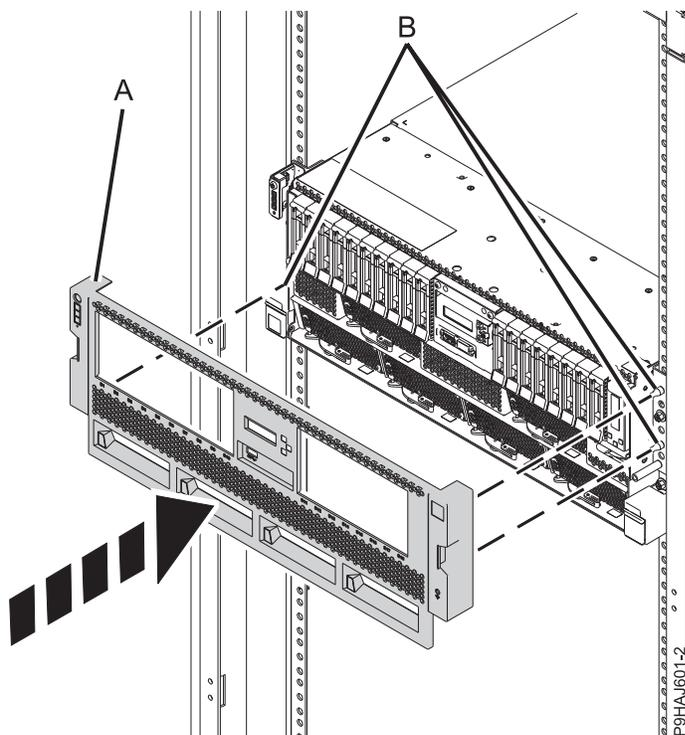

Figura 17. Instalando a Tampa Frontal
2. Para um sistema montado em rack, empurre cuidadosamente a tampa frontal (A) até que a tampa se encaixe no local. A tampa possui indentações pelas quais é possível segurá-la mais facilmente. Use os pinos de alinhamento (B) para prender a tampa no sistema, conforme mostrado em Figura 17 na página 32.